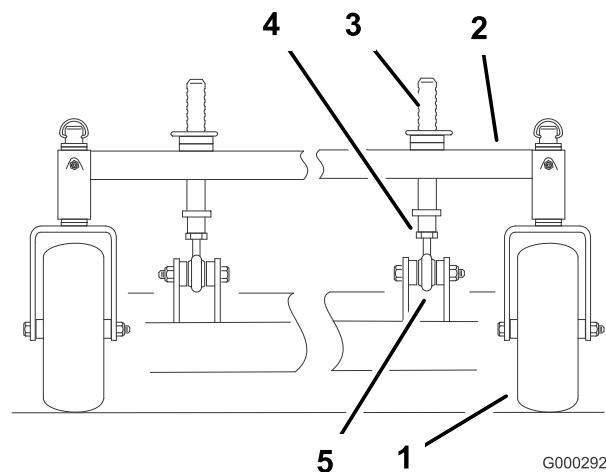

Figura 60
1. Per modificare l'inclinazione longitudinale, possono essere regolate le postazioni di altezza di taglio anteriori (Figura 60).
2. Per sollevare la parte anteriore del piatto di taglio, allentate il controdado e ruotate in senso orario il perno anteriore (Figura 60).
3. Per abbassare la parte anteriore del piatto di taglio, allentate il controdado e ruotate in senso antiorario il perno anteriore (Figura 60).
6. Serrate i controdadi (Figura 60).